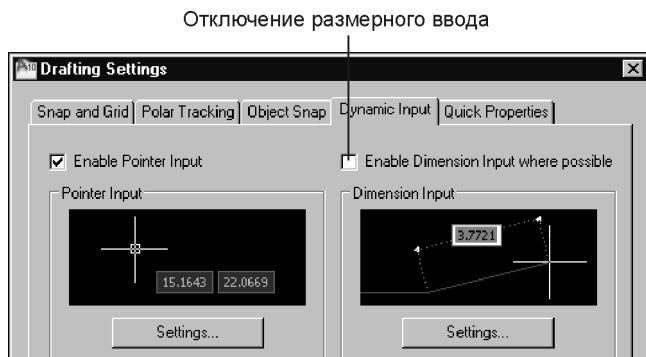

Рис. 10.1. Диалоговое окно для настройки динамического ввода
2. Отключите размерный динамический ввод, сняв флажок **Enable Dimension Input where possible** (Включить ввод размеров где возможно) (рис. 10.1).